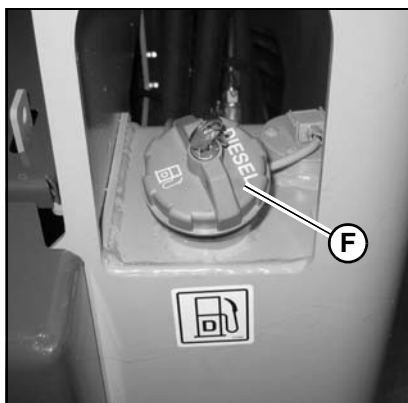

Figura 94 – Tapa de llenado de combustible
3. Use la llave de encendido para abrir la tapa de combustible (F, Figura 94) y retírela de la boca de llenado de combustible.